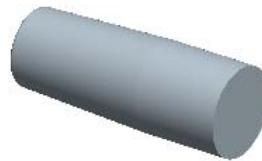

图7.40 着色后的滑块体积块
Step6. 在“属性”对话框中输入型芯模具元件体积块的名称slide_mold，单击**着色**按钮，可以预览图7.40所示的分割创建的滑块体积块，单击**确定**按钮。